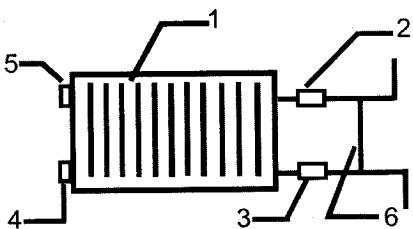

Рис. 1 Для однотрубных систем
**3.3.** Вентили, устанавливаемые на входе/выходе (см. рис. 1, поз. 2-3) предназначены для терморегулирования теплоотдачи радиатора и отключения радиатора для:
**3.4.** При установке в однотрубную систему обязательно наличие байпасной перемычки (см. рис. 1, поз. 6). Она стабилизирует работу системы отопления и позволяет осуществлять регулировку теплоотдачи вашего радиатора вентилем независимо от теплоотдачи радиаторов, расположенных на других этажах (см. рис. 1, поз. 2).
**3.6.** В случае необходимости слива воды из системы отопления следует отключить радиатор от системы отопления при помощи вентилей 2 и 3 (см. рис. 1, 2). Это предотвратит попадание воздуха внутрь и позволит избежать преждевременного выхода из строя радиатора.. При установке радиатора в открытые городские сети теплоснабжения операция отключения радиатора на случай опорожнения и слива воды из системы является **обязательной**.